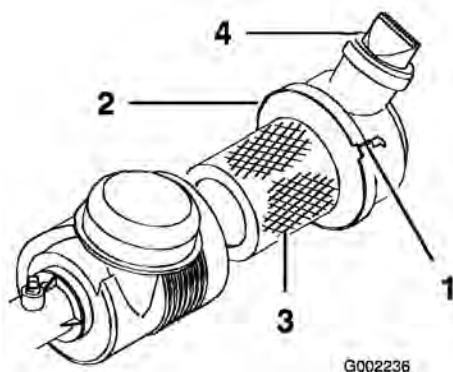

図 37
エアクリーナ本体にリーク原因となる傷がないか点検してください。本体とカバーがしっかり密着しているのを確認してください。破損したボディーは交換してください。また、使用ごとにバルブ(図 37)をひねって、ゴミを落としてください。フィルタの定期整備間隔は100運転時間です。
3. ストラップをゆるめてカバーとボディー(図 37)を分離する。
7. ストラップを固定する(図 37)。
4. カバーを取り付け、バルブを下にしてストラップで固定する(図 37)。